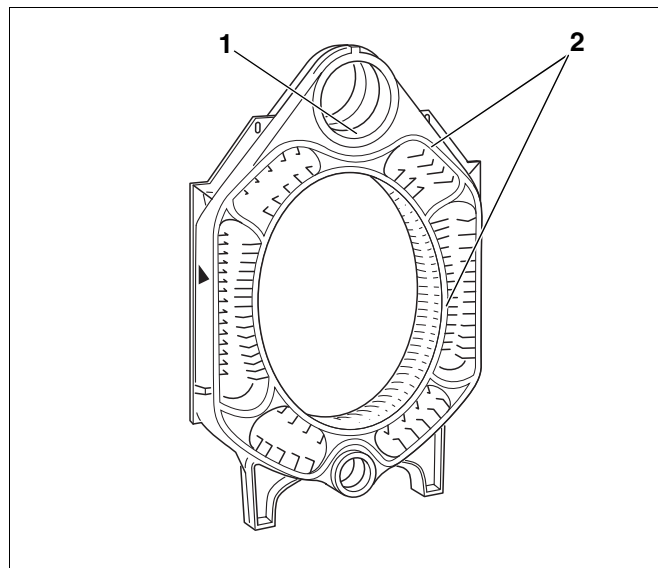

Abb. 17 Mittelglied vorbereiten
- Dichtflächen der Naben mit Mennige einstreichen (Abb. 17, **Pos. 1**).
- Dichtfedern mit Haftmittel (Haftgrund) einstreichen (Abb. 17, **Pos. 2**).